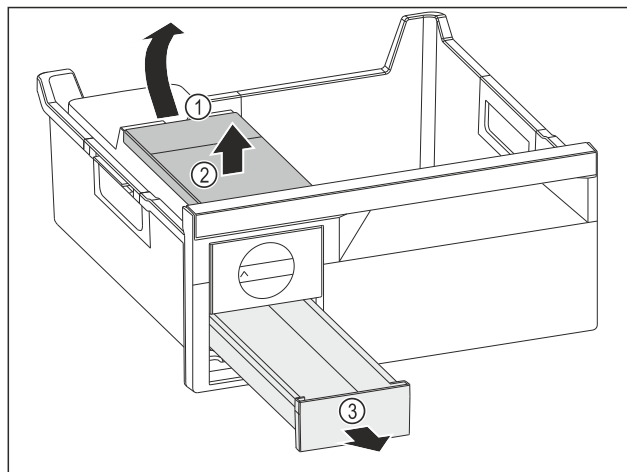

Fig. 78
- ▶ Wyjmowanie zbiornika wody: Zbiornik wody unieść za wycięcia Fig. 78 (1).
- ▶ Wyjąć zbiornik wody Fig. 78 (2) do góry.
- ▶ Wyjąć szufladę na kostki lodu Fig. 78 (3) do przodu.